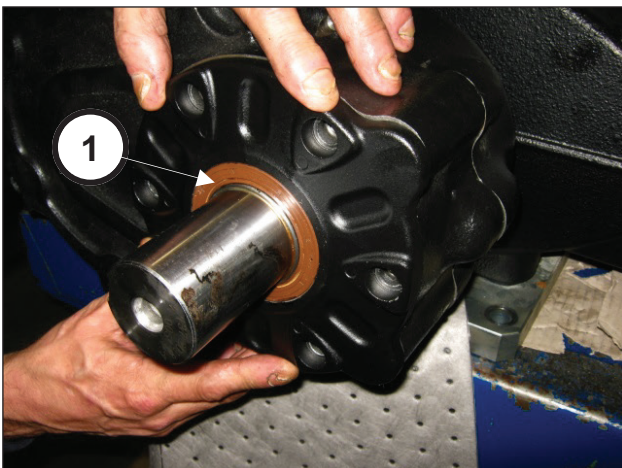

Abb. 81
Geben Sie besonders beim Einsetzen des Ölabstreifrings auf das Ritzel acht, um den Ring nicht zu beschädigen (Pos. ①, Abb. 81).